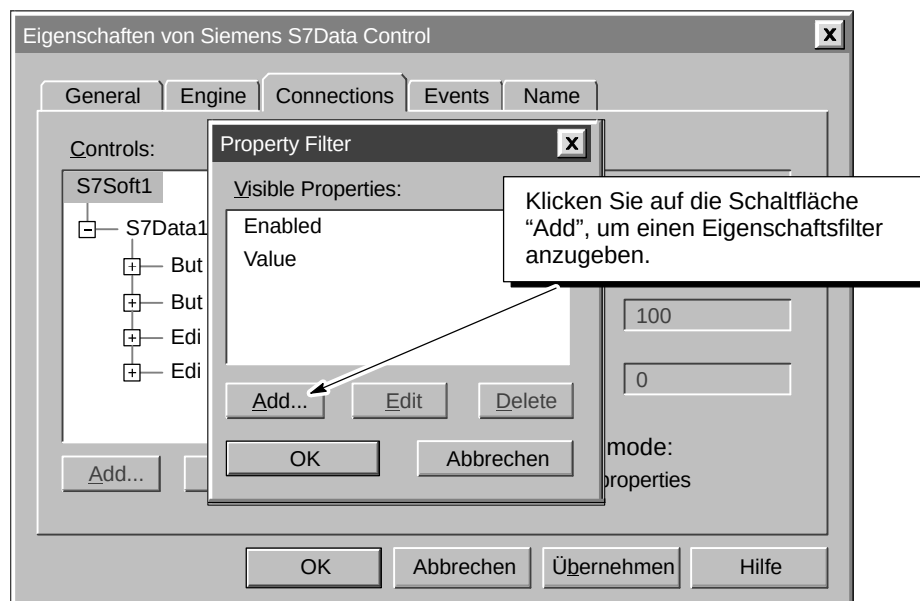

Bild 5-10 Eigenschaften des Data Control (Register "Connections")
3. Geben Sie die Eigenschaften, die angezeigt werden sollen, ein und wählen Sie die Schaltfläche "Add" (siehe Bild 5-10). Mit der Schaltfläche "Edit" können Sie Einträge korrigieren und mit der Schaltfläche "Delete" löschen Sie Einträge.